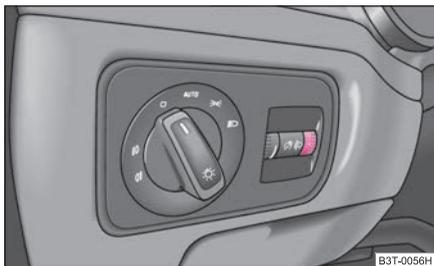

Abb. 45 Schalttafel: Leuchtweitenregulierung
- Drehen Sie den Drehregler  $\Rightarrow$  Abb. 45, bis das Abblendlicht so eingestellt ist, dass andere Verkehrsteilnehmer nicht geblendet werden.